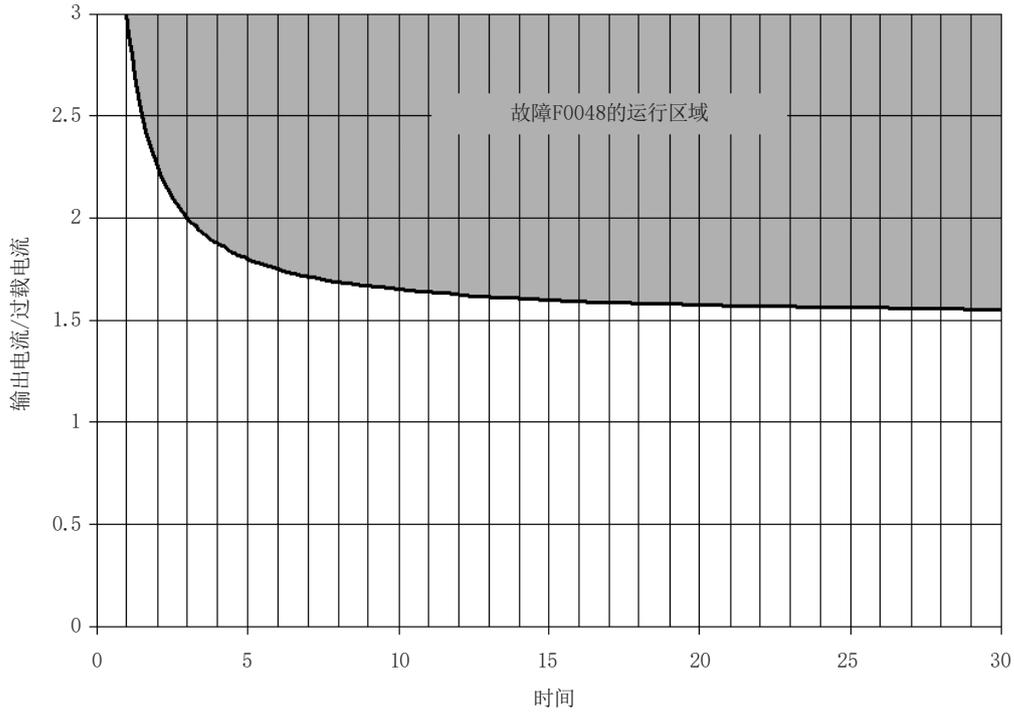

图 17.2: IGBT过载的致动（重载-ND）
CFW500 IGBT过载保护采用了相同的电机保护形式.但是, 对设计进行了更改, 使得相对于变频器额定电流 (P0295), 对于重载 (HD) (P0298 = 1) 的200%过载 (P0298 = 1), 故障F0048在三秒内发生, 如图17.2所示.另一方面, IGBT过载故障(F0048)不会在过载小于150%变频器额定电流(P0295)的状况下发生.